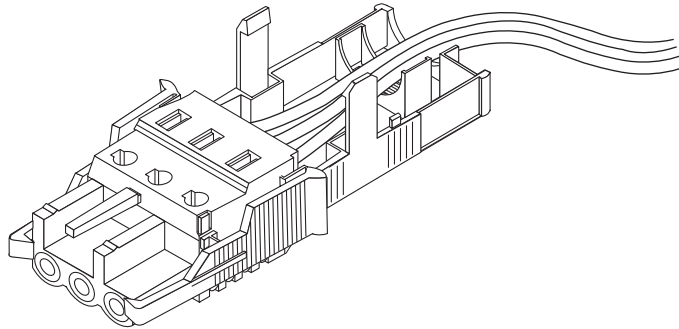

BILD 5-7 Dra ledningarna ut genom hållaren
2. För de tre ledningarna från likströmkällan genom öppningen i änden av hållaren (BILD 5-7).